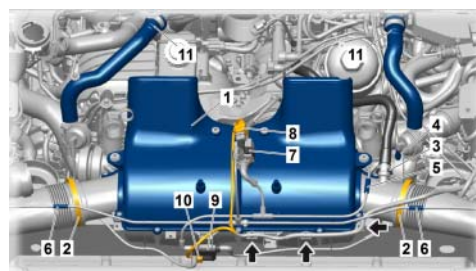

Bild 11
- 2.9 Luftfiltergehäuse $\Rightarrow$ Bild 11 -1- ausbauen. $\Rightarrow$ Reparaturleitfaden '242519 Luftfiltergehäuse aus- und einbauen'